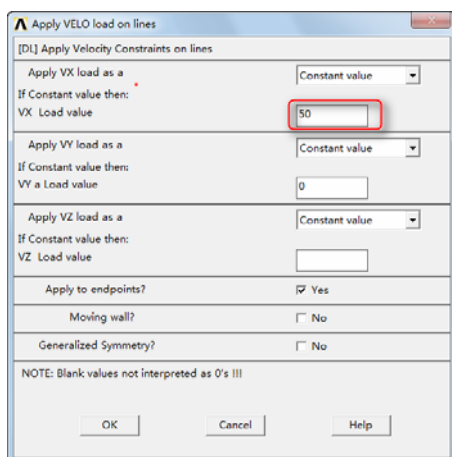

图 5-91 “Apply VELO load on lines”对话框
①定义来流速度：依次选择 Main Menu→Preprocessor→Loads→Define Loads→Apply→Fluid/CFD→Velocity→On Lines，会弹出“拾取”对话框。拾取入口矩形的左边，单击“OK”按钮，弹出“Apply VELO load on lines”对话框，如图5-91所示。在“VX Load value”中输入50，“VY a load value”中输入0，如图5-91所示。单击“OK”按钮关闭“Apply VELO load on lines”对话框。定义来流速度在X方向速度为50in/s，Y方向速度为0。
②定义管道上下边的粘附条件：依次选择 Main Menu→Preprocessor→Loads→Define Loads→Apply→Fluid/CFD→Velocity→On Lines，会弹出“拾取”对话框。拾取流场区域上下的 6 条直线或曲线，单击“OK”按钮，会弹出如图 5-91 所示的对话框。在“VX Load value”中输入 0，“VY a load value”中输入 0，单击“OK”按钮关闭“Apply VELO load on lines”对话框。定义管道上下边的粘附条件。